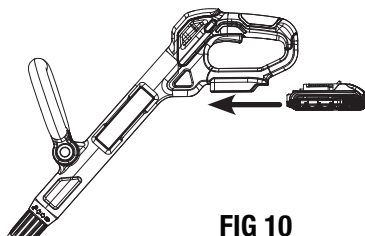

FIG 10
INSTALLATION OU RETRAIT DU BLOC-BATTERIE (FIG 10)
- Pour installer le bloc-batterie, coulez-le au bas de la poignée arrière jusqu'à ce qu'il se verrouille en place par un clic, comme illustré à la FIG. 10. Tirez légèrement sur la batterie pour vous assurer qu'elle est ancrée et qu'elle ne tombera pas accidentellement du produit.